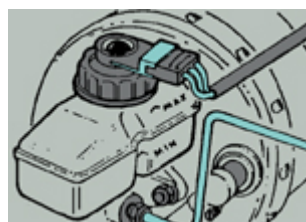

Fig. 3
• **Nivel del depósito del líquido de frenos (fig. 3)**